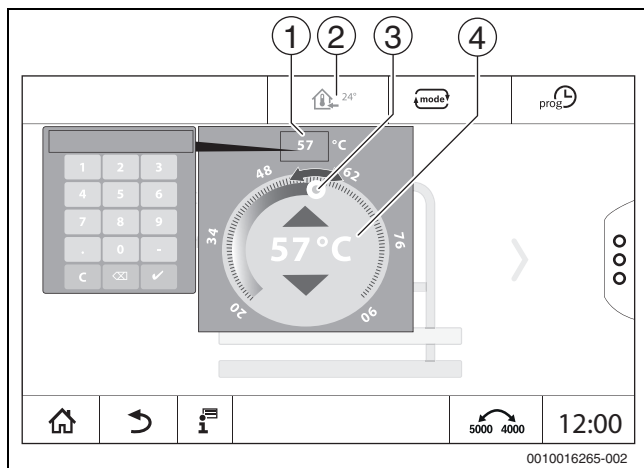

Рис. 21 Настройка температуры (пример)
- ▶ Коснитесь символа температуры (→ рис. 21, [2]).
- ▶ Коснитесь круглого ползунка (→ рис. 21, [3]), и удерживая, передвиньте его до нужного значения температуры. Температура будет отображена в круге.
- ▶ Коснитесь индикатора температуры (→ рис. 21, [1]) и введите значение температуры в открывшемся числовом поле.